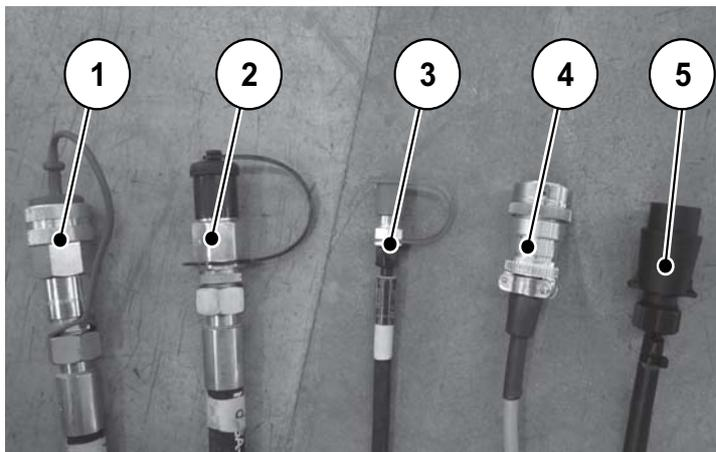

Figure 7.2 : Tuyaux de branchement du distributeur d'engrais minéral
4. Connectez le tuyau de libre retour (figure 7.2 position 1), le tuyau de refoulement (figure 7.2 position 2) et le tuyau LS (figure 7.2 position 3) avec les connecteurs respectifs du tracteur.
5. Raccordez la fiche ISOBUS (figure 7.2 position 4) à la prise de courant ISOBUS à l'arrière du tracteur.
6. Raccordez le câble d'éclairage (figure 7.2 position 5).